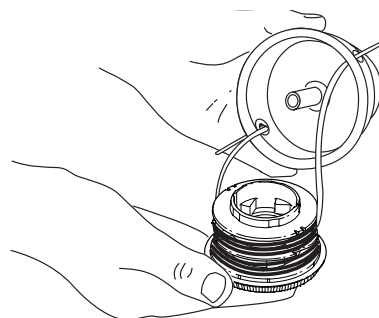

Fig. 53
3. Inserte los extremos de la línea de corte del nuevo carrete interior dentro de los ojalillos de la bobina exterior (Fig. 53). Coloque el nuevo carrete interior con la flecha hacia arriba dentro de la bobina exterior.
3. Saque el carrete interior con la línea existente de la bobina exterior (Fig. 53).